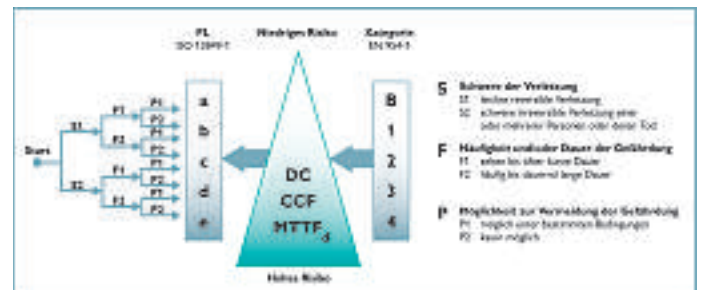

Bild 6: Mithilfe des Risikografen lässt sich der erforderliche Performance Level (PL) gemäss ISO 13849-1 ermitteln
Der sogenannte «Safety-Plan», der zu Projektbeginn vorliegen muss, bildet die Grundlage aller Aktivitäten innerhalb des Lebenszyklus einer Sicherheitsfunktion. Die Spezifikation, die das konkrete Verhalten der Sicherheitslogik beschreibt, beinhaltet unter anderem Angaben wie die Sicherheitsfunktionen inklusive ihres Performance Levels (PL), die Reaktion der Maschine oder Anlage auf Fehler sowie die Funktionen der Betriebsarten. Zur normgerechten Umsetzung der Sicherheitsfunktionen führt die ISO 13849-1 im Wesentlichen folgende vier Schritte auf (Bild 6):